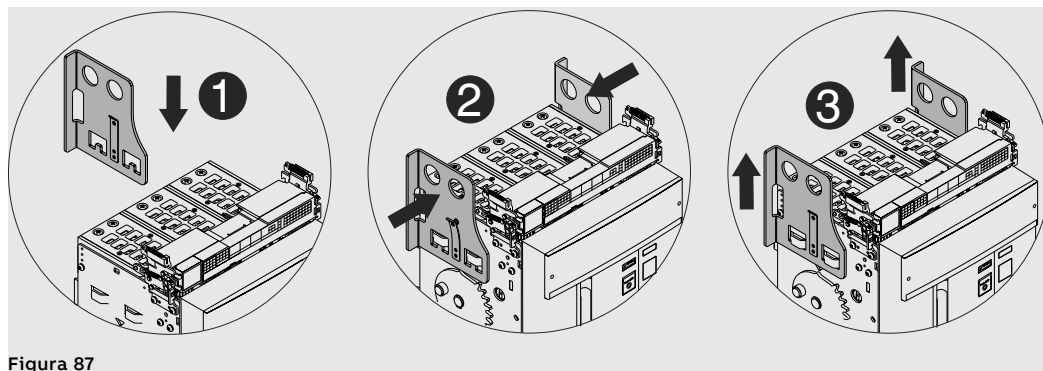

Figura 87
2. Poner las placas de elevación en la parte móvil cerciorándose que la lengüeta de las placas esté enganchada. Véase Figura 87.